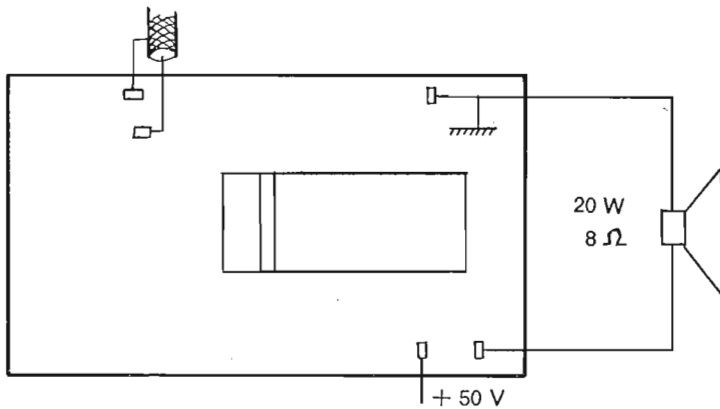

FIG. 9. - Branchement du module SC20W.
- Le branchement des entrées et sorties sera réalisé à l'aide du schéma de la figure 9.